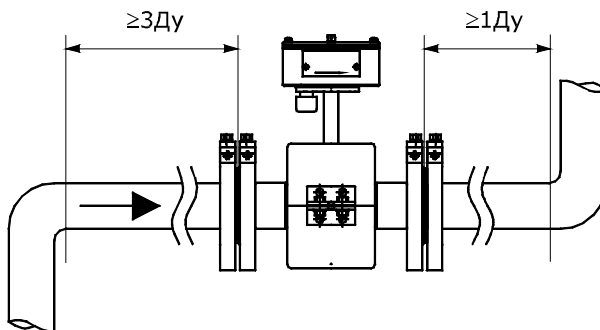

Рис. 8.4
8.2.6 ППР необходимо располагать в той части трубопровода, где пульсации и завихрения минимальные. При установке ППР необходимо обеспечить прямолинейные участки трубопровода длиной не менее $3D_u$ до и $1D_u$ после ППР (см. рис. 8.4).